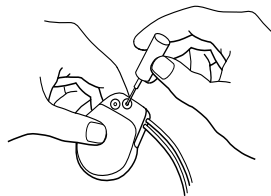
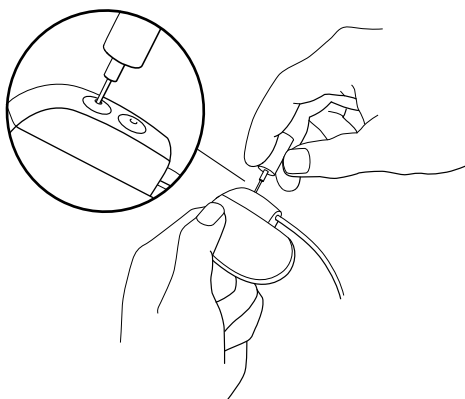

Figura 3.
Figura 4.
3. Para sujetar el cable, apriete el(los) tornillo(s) de fijación en el sentido de la agujas del reloj como se indica en las Figura 3 y Figura 4. Cuando utilice la llave de torsión de mango blanco más grande, un sonido que hace "clic" indicará que el tornillo se ha apretado por completo. Cuando se utilice la llave hexagonal de mango blanco más pequeña, apriete el(los) tornillo(s) de fijación en el sentido de las agujas del reloj hasta que note resistencia. Deberá poder girar los tornillos al menos 1/2 vuelta antes de notar resistencia. Si el tornillo gira más de una vuelta completa sin ofrecer resistencia, el cable no se habrá insertado correctamente. Si esto sucede, desenrosque el tornillo de fijación y vuelva a insertar el cable. El(los) tornillo(s) debe(n) estar bien ajustado(s) para que pueda comenzar la estimulación. No tire del cable hasta que se hayan apretado todos los tornillos de fijación.